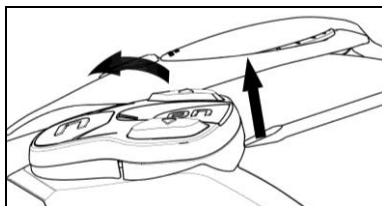

Fig. 28
- Extraer el teclado de la calota, abrir según aparece en la Fig. 28.